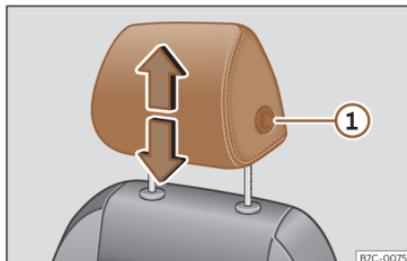
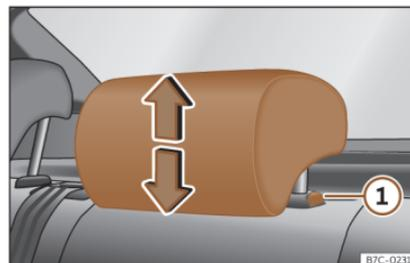

Fig. 98 Sedile anteriore: regolazione del poggiatesta.
Fig. 99 Poggiatesta posteriore: regolazione del poggiatesta.
- Afferrare il poggiatesta ai lati con entrambe le mani e spingerlo verso l'alto fino a fissarlo nella posizione desiderata. Per abbassarlo, agire analogamente, premendo il tasto laterale ① » fig. 98 » fig. 99.
- Premere il pulsante laterale »»» **fig. 98** ① e rimuovere il poggiatesta.